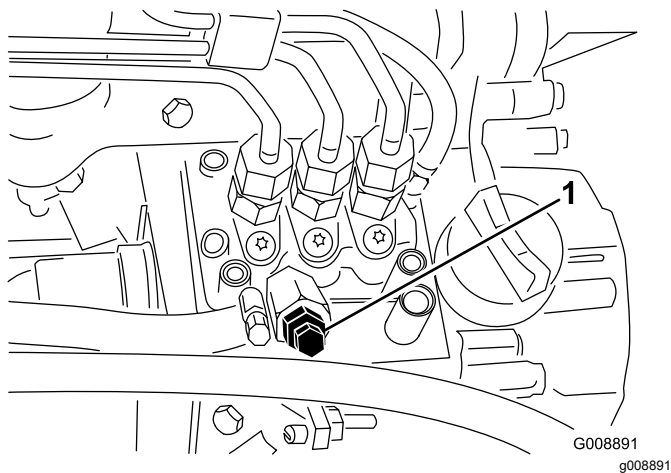

Figure 46
4. Desserrez la vis de purge sur la pompe d'injection (Figure 46).